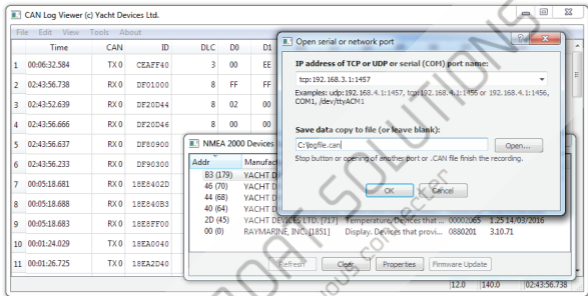

Figure 2. Logiciel CAN Log Viewer
- choisir l'emplacement du fichier journal avec le bouton «Ouvrir...» (voir figure 2);